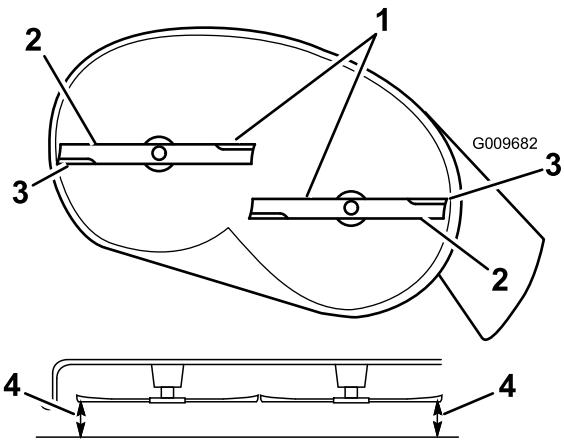
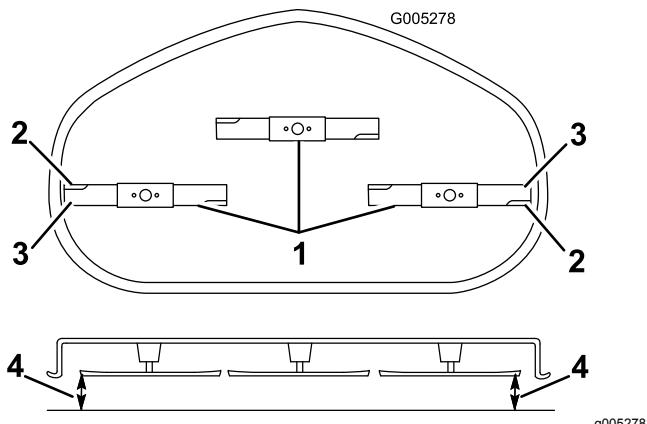

図 68
図 69
4. 注意深くブレードを回転させて、全部のブレードが左右方向を向くようにする図 68と図 69。
5. 外側の刃先と平らな床面との距離を測定する 図 68と 図 69。